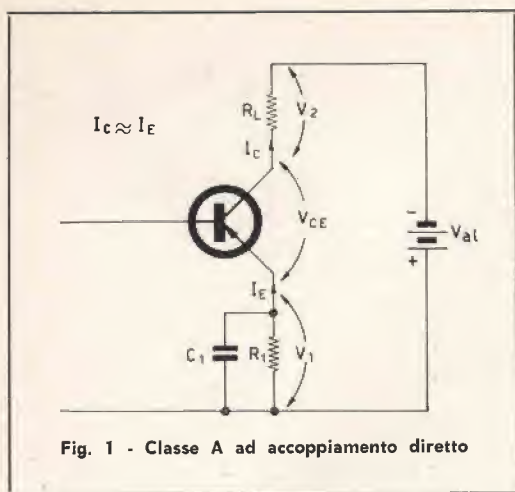

Fig. 1 - Classe A ad accoppiamento diretto
Il circuito elettrico di uno stadio d'uscita in classe A ad accoppiamento diretto è riportato in fig. 1. La potenza d'uscita P_u è utilizzata dal carico R_L supposto puramente resistivo.
Detto ciò, noto il circuito di fig. 1, restano da tracciare le rette di carico dello stadio in questione e determinare su di esse il punto di lavoro optimum. Diciamo rette e non retta, poiché ne esistono realmente due che coincidono solo in casi particolari che vedremo.
La pendenza di una retta di carico è determinata dal valore resistivo del carico e osservando la fig. 1 si vede subito che per quanto compete la componente continua il carico è rappresentato da R_L con in serie R_C , mentre per la componente alternata è solo R_L ad agire, in quanto R_C l'abbiamo supposta cortocircuitata da C_1 . Risultano così le due rette di carico seguenti:
e osservando lo schema in fig. 1 si vede subito che (ricordando la (1)): $V_{ce} = R_L I_c$:
cioè il massimo rendimento teorico di uno stadio amplificatore in classe A concepito come in fig. 1 è 25%.